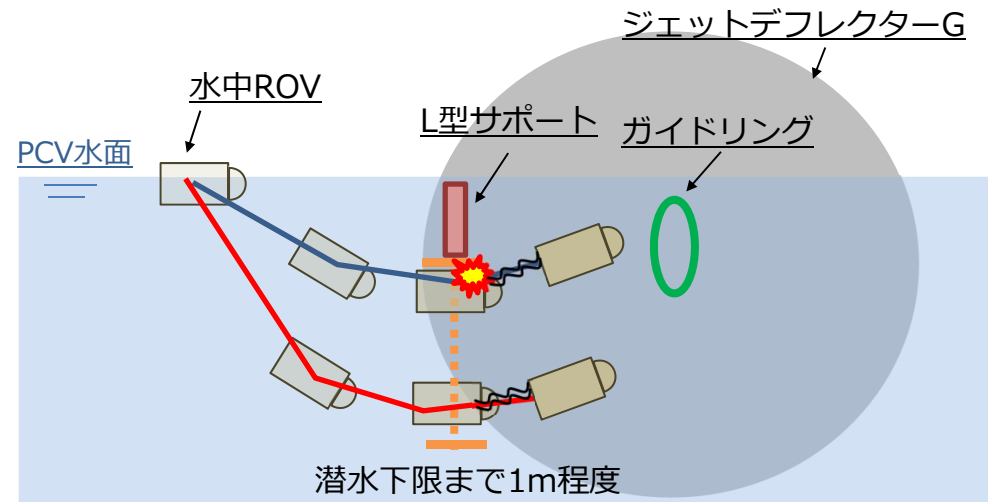

図2.垂直方向での回避対策 (イメージ図)
写真・図2.ケーブル被覆がL型サポートに掛かっている状況
- ② 垂直方向での回避対策として、L型サポート付近を遊泳する際には、L型サポートおよびその他の干渉物等との間隔を確認しながら、可能な範囲で深く潜水 (通過) (図2参照)